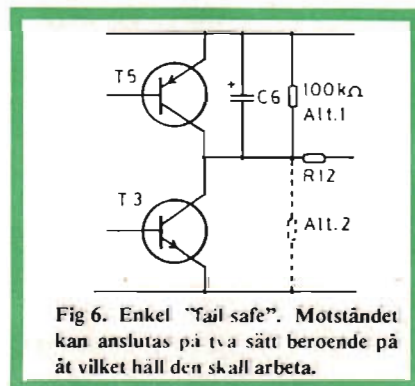

Fig 6. Enkel "fail safe". Motståndet kan anslutas på två sätt beroende på vilket håll den skall arbeta.
Som framgår av fig 6 kan motståndet monteras på två sätt. Man väljer sättet så, att motorn dras ner på tomgång. Elektroniskt snedställs förstärkaren av motståndet så
► **Sid 36** (vänstra spalten) – *Filtren i fig 17 . . .* Skall vara: *fig 6, sid 65.*